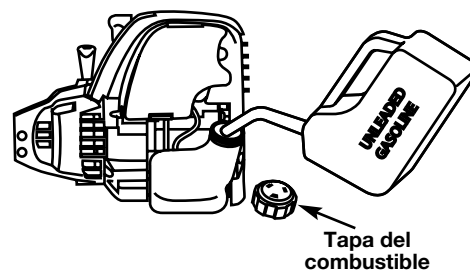

Fig. 18
- Saque la tapa de la gasolina (Fig. 18).
- Coloque el pico del recipiente de gasolina en el orificio de llenado del tanque de gasolina (Fig. 18) y llene el tanque.